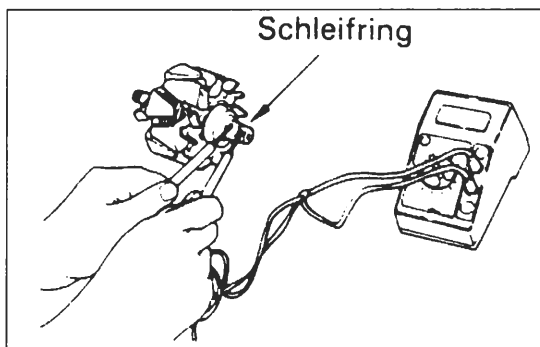

Bild 107
- Feldwicklungen des Generators sind in Ordnung, wenn kein Masseanschluss besteht und Stromdurchgang (Sollwert: 4 Ohm) zwischen Schleifflächen besteht (Bild 107).